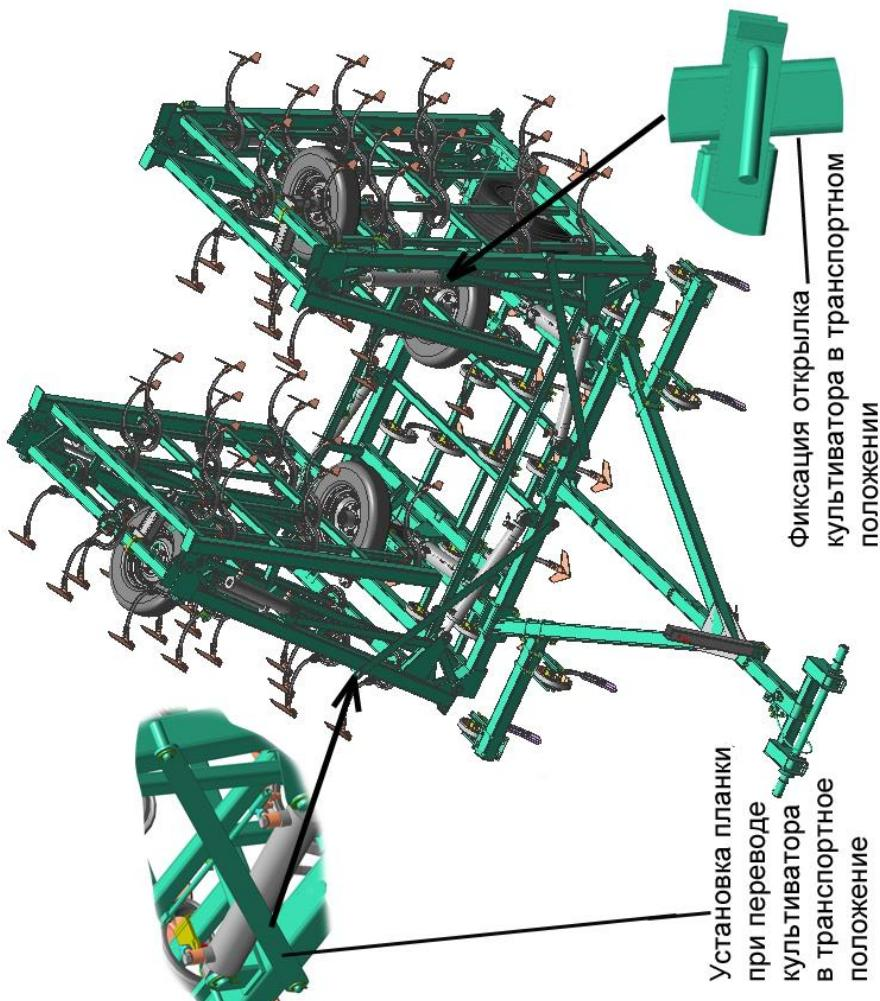

Рисунок 2 – Общий культиватор в транспортном положении
4.3 Перевод культиватора в транспортное положение (см. рис.2).